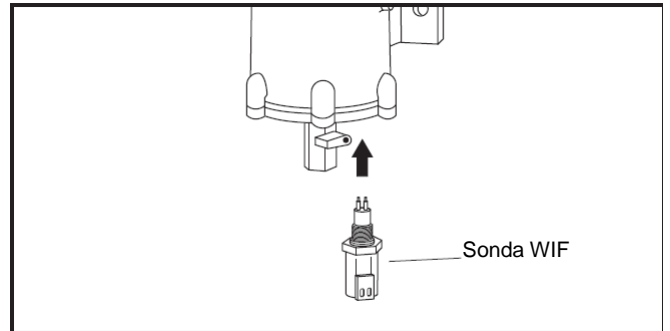

Figura 2 – Instalação da Sonda WIF
Passo 1 - Instale a Sonda WIF (3911940 S) na lateral do Diesel Pro (ver Figura 2) Torque em 20-25 libras-polegada (2,3-2,8 N·m).